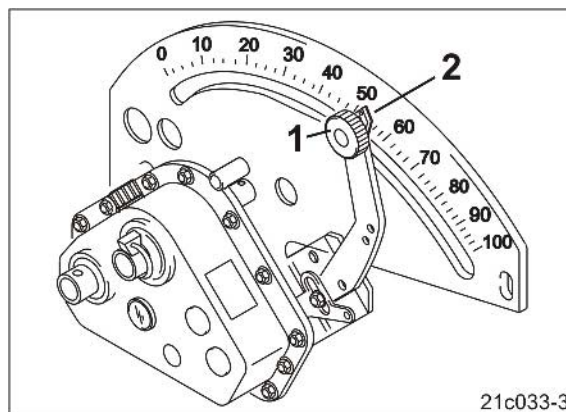

Рис. 133
9. Ослабьте фиксирующую головку (Рис. 133/1).
11. Установите стрелку (Рис. 133/2) рычага редуктора **снизу** на значение редуктора.